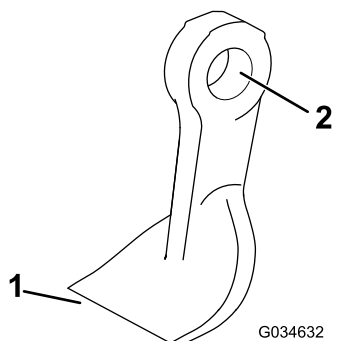

Figure 75
4. Contrôlez l'état de chaque lame, en particulier les fixations, le tranchant et le trou de fixation (Figure 75). Remplacez toutes les lames et fixations endommagées